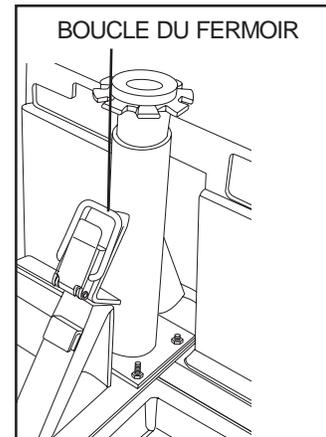

Figure 19B. Fermoir verrouillé
2. Basculez la boucle du fermoir par dessus le fermoir. Voir la figure 19B.